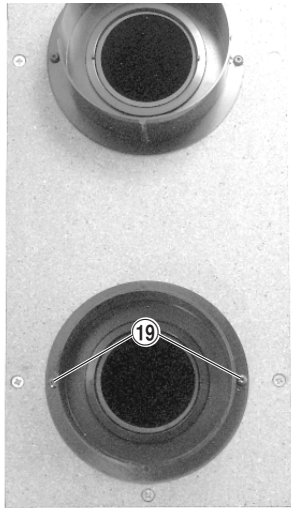

Fig. 59
- 2 Schrauben ⑱ (Fig. 59) herausschrauben und die Abdeckung abnehmen.
- Undo 2 screws ⑱ (Fig. 59) and remove the cover.